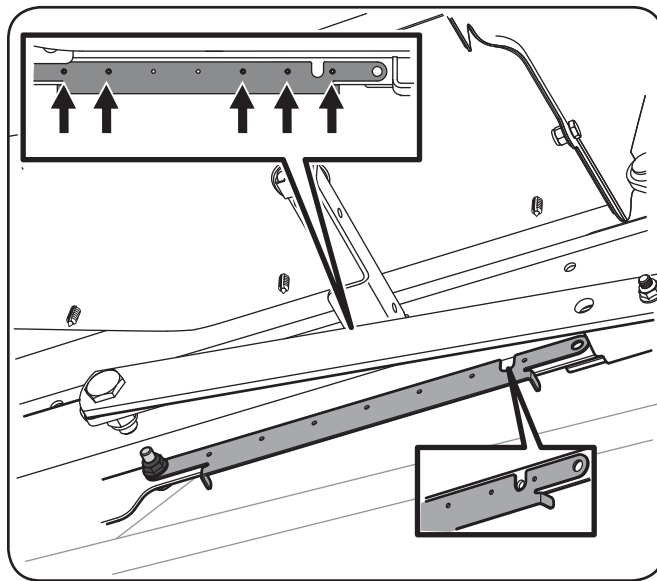

Figure 3-4
3. Puis, enlevez le gabarit et installez-le sur le côté extérieur gauche du châssis comme illustré sur la Figure 3-4.
4. Utilisez une mèche de $\frac{1}{32}$ " pour percer cinq trous de $\frac{1}{8}$ ". Voir Figure 3-4.